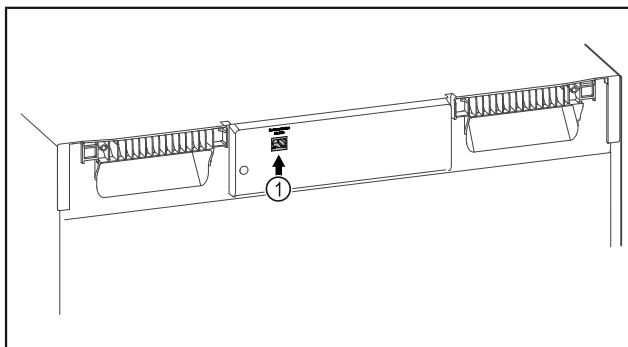

Fig. 108
- Използва се SmartModule Fig. 108 (1).